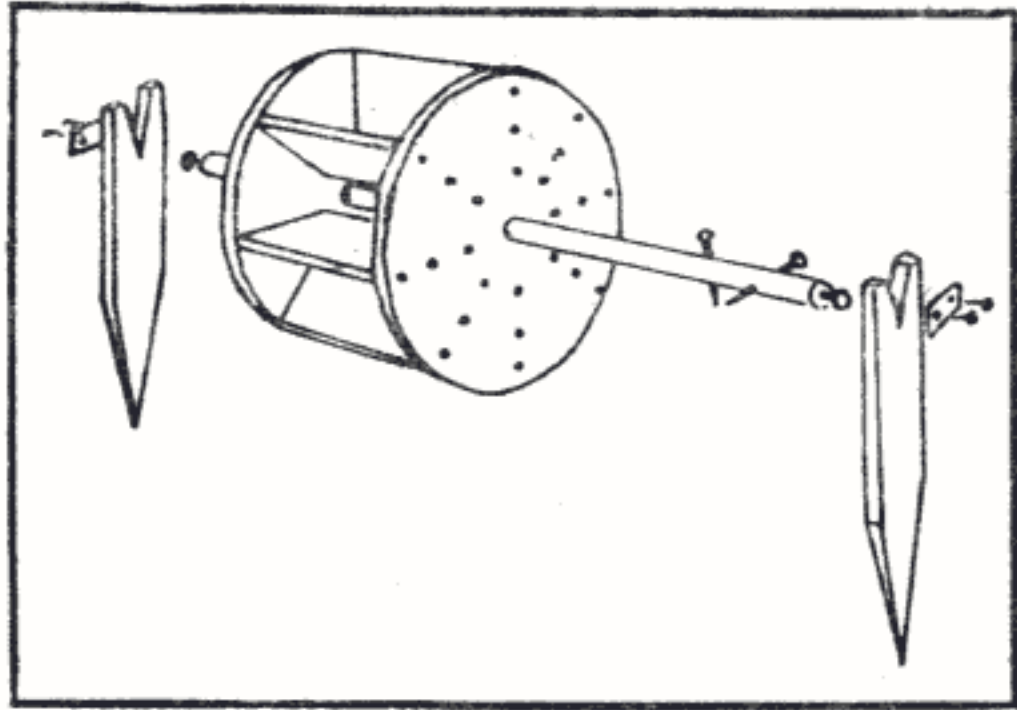

Fig. 36 — Model de roată cu 8 zbaturi.
B. Cel de al doilea model folosește o roată cu opt zbaturi fixate cu cuie între două discuri de lemn groase de 2—3 cm (fig. 36). Axul central poate avea formă cilindrică, dar poate fi și o tijă cu secțiunea pătrată, cu latura de 2 cm, deoarece în capetele acestora se fixează cîte un cui gros, lung de 10—12 cm, care constituie partea ce se sprijină și se freacă rotindu-se sprijinită în unghiurile ascuțite ale suportților laterali. Axul va fi confecționat din lemn. Pentru ca frecarea cuielor să fie redusă, adînciturile ascuțite ale suportților se căptușesc cu fișii din tablă, în care se pune vaselină.